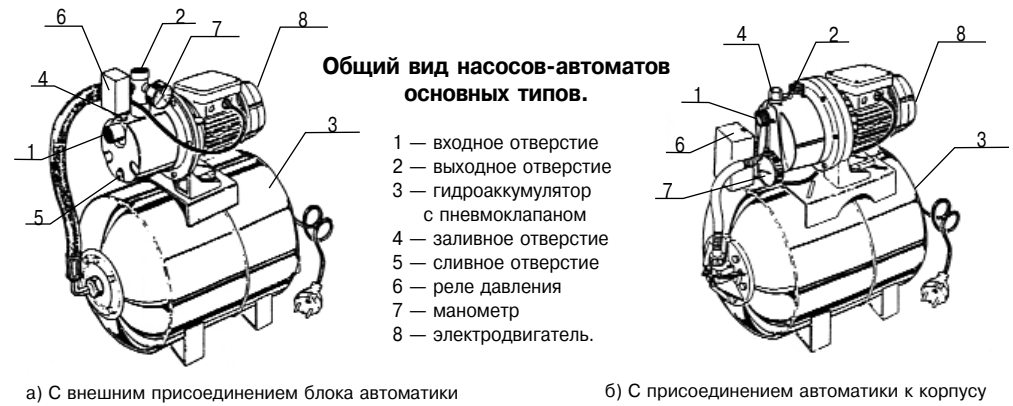

рис. 1
Насосный агрегат (см. рис. 1) состоит из поверхностного самовсасывающего центробежного электронасоса (за исключением модели MULTIPRESS, где установлен нормально всасывающий насос), гидроаккумулятора со сменной мембраной из пищевой резины, реле давления, манометра и соединительной арматуры: гибкого рукава.
- 4.1. Присоедините всасывающую трубу (s1")* с обратным клапаном к входному отверстию 1 (см. рис. 1).